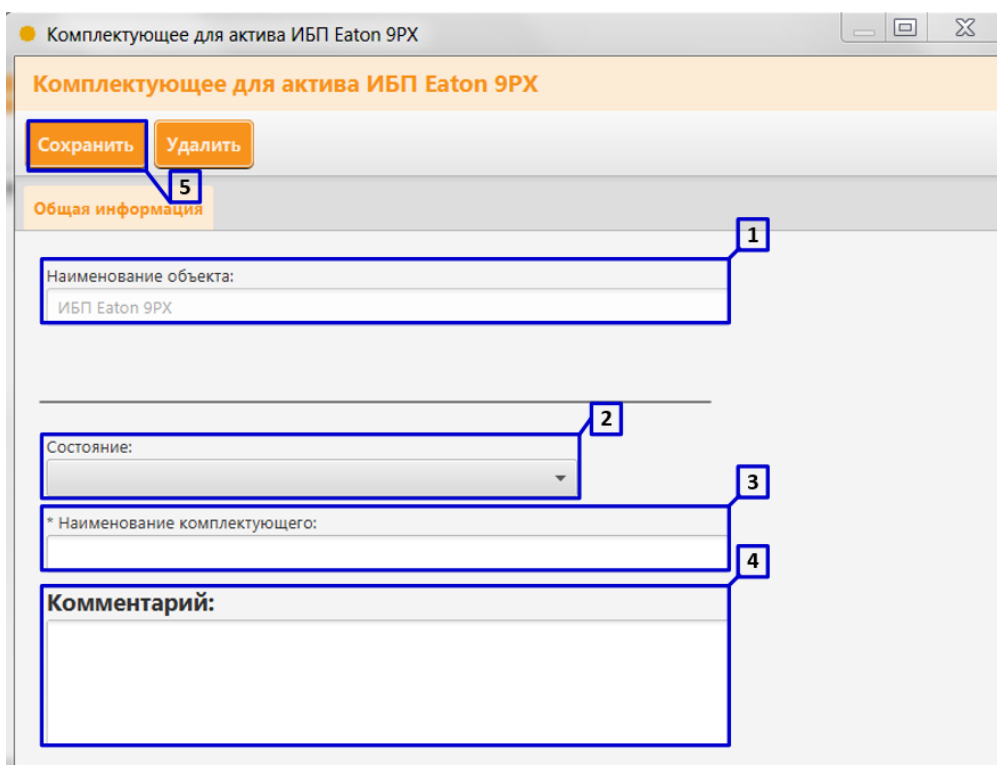

Рисунок 31. Создание комплектующего для актива вкладка «Комплектующие»
25. Строка «Наименование объекта» заполняется автоматически, так как комплектующее создается на определенный объект – актив (**Рисунок 31 пункт 1**);
26. В строке «Состояние» из выпадающего списка выберите статус комплектующего (**Рисунок 31 пункт 2**). Комплектующее имеет следующие статусы:
27. В строке «Наименование комплектующего» введите полное наименование комплектующего (**Рисунок 31 пункт 3**);
28. В строке «Комментарий» введите дополнительные данные о комплектующем (**Рисунок 31 пункт 4**);
29. Сохраните внесенные данные, нажав на клавишу «Сохранить» (**Рисунок 31 пункт 5**);